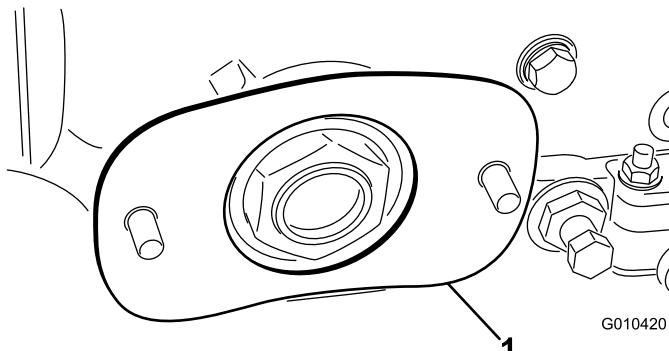

Figure 5
8. Insérez la cale sur les boulons, dans la position indiquée à la Figure 5.